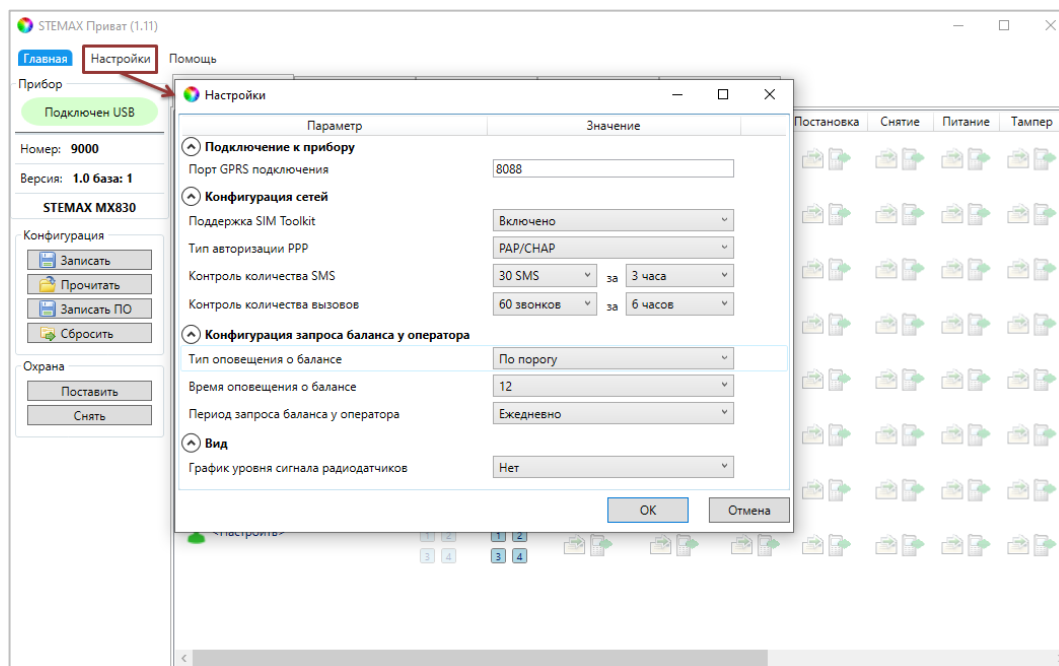

Рисунок 7.13 — Изменение номера TCP/IP-порта для GPRS-подключения
3. Укажите TCP/IP-порт, по которому контроллер будет выполнять подключение к программе *STEMAX Приват*. Для этого в программе *STEMAX Приват* откройте меню *Настройки* и укажите необходимый номер в поле *Порт GPRS-подключения* (см. рисунок 7.13).
TCP/IP-порт должен быть открыт для подключения (не заблокирован межсетевым экраном, антивирусным ПО и т. д.) и прописан в настройках программы *STEMAX Приват* (см. рисунок 7.13).
При необходимости разорвать GPRS-соединение, не дожидаясь окончания времени, указанного в команде, измените номер порта в окне *Настройки* (см. рисунок 7.13) и нажмите кнопку *OK*.